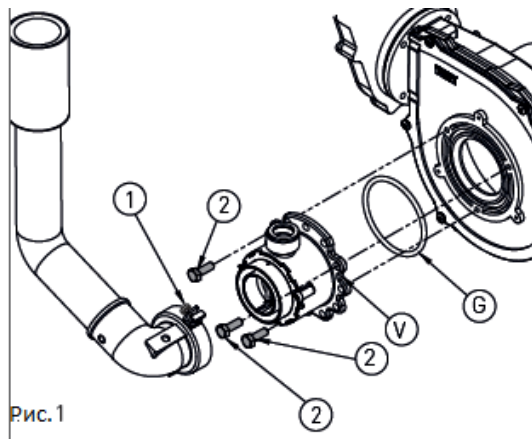
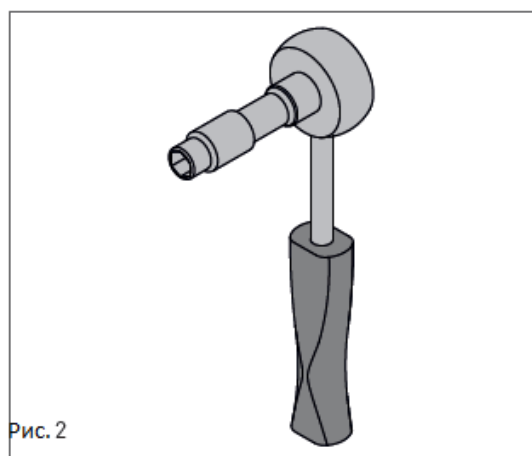

Рис. 1
Рис. 2
- > Выньте два винта (поз. 1 на рис. 1) из крепежной втулки и снимите трубу забора воздуха.
- > Снимите три крепежных винта (поз. 2 на рис. 1), удерживающие трубку Вентури (V на рис. 1) при помощи ключа размера 10, как показано на рис. 2.
- > Соберите детали. Для этого выполните описанные выше операции в обратном порядке. Убедитесь, что прокладка (поз. G) установлена так, как показано на рис. 1.